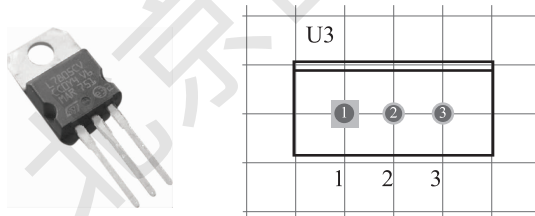

图 1-31 采用 SFM-T3/X1.6V 封装安装指示图
(9) 如图 1-31 所示，将三端稳压集成电路安装在万能板对应位置，该焊盘间距为 100mil，对应元器件封装名为 SFM-T3/X1.6V。